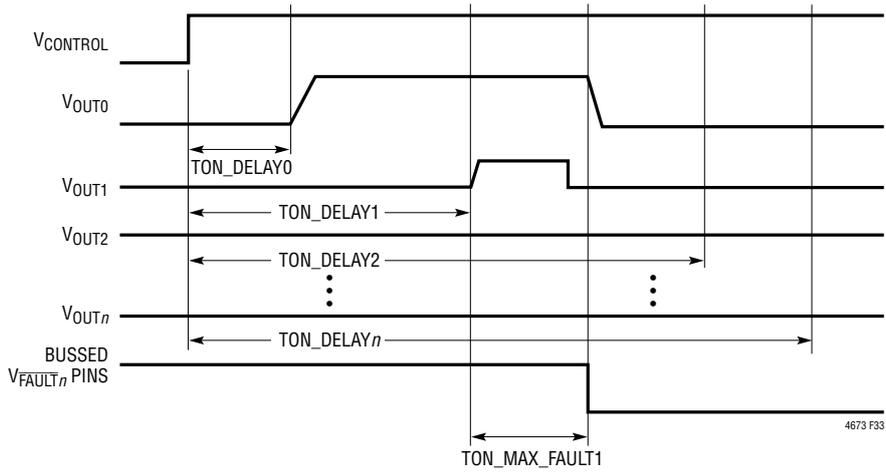

図 33. チャンネル1の短絡によりアボートされたオン・シーケンス
- $\overline{FAULT}$ ラインを互いに接続することで、フォルトの依存関係を作成できます。図32は、いずれかの $\overline{FAULT}$ のフォルトがそれ以外の全てをローに引き下げる構成を示しています。これは、いずれかのチャンネルが起動しない場合に起動シーケンスを中止する必要があるアレイで役に立ちます(図33参照)。